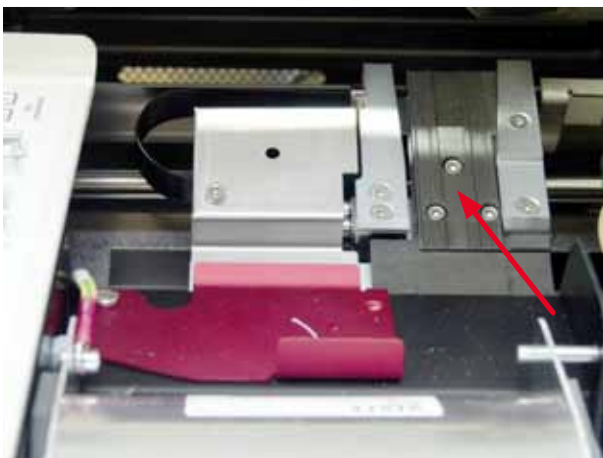

Abb. 49
- Transportstation (→ "Abb. 49")
- Nach dem Reinigen und vor dem Arbeiten mit dem Gerät die Klappe schließen (→ "Abb. 49").